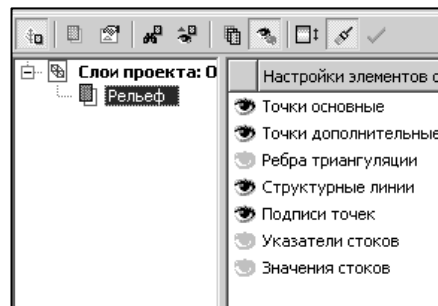

Рис. 3.11
10.4. Отключите в фильтрах видимости вкладки **Слои** видимость ребер триангуляции (рис. 3.11).